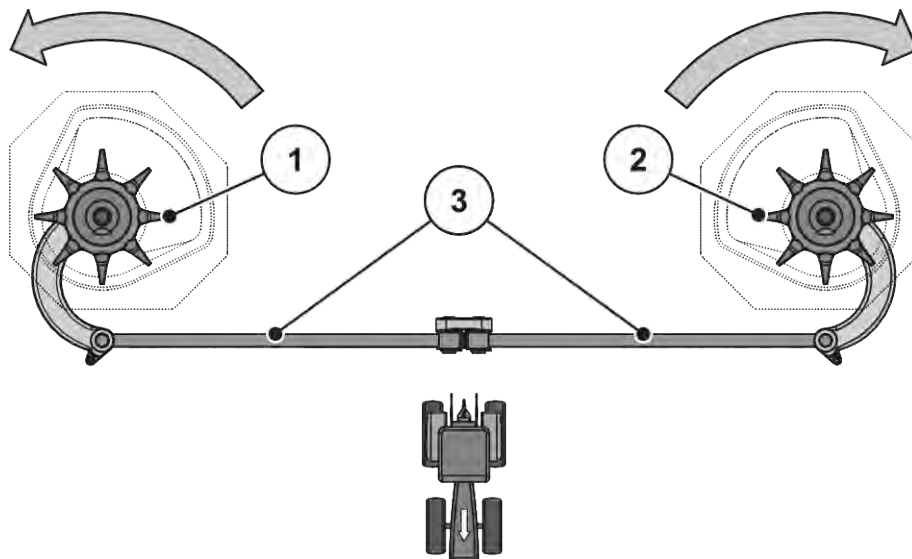

Рис. 54: Проверка привода мешалки
► Поверните рукой головку мешалки **в направлении вращения разбрасывающего диска**. См. Рис. 54 Проверка привода мешалки.
► Поверните головку мешалки с усилием рукой или с помощью ленточного ключа для масляного фильтра **против направления вращения разбрасывающего диска**. см. Рис. 54 Проверка привода мешалки